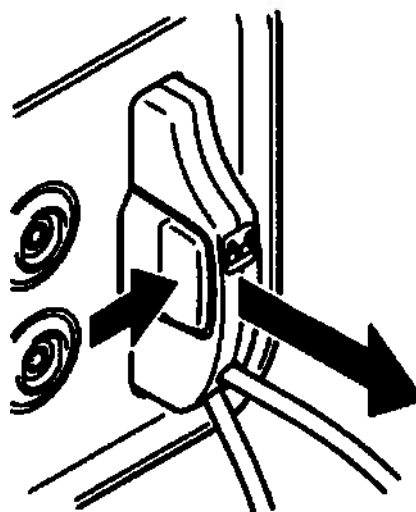

Рисунок 9 – Снятие кассеты для ирригации
2. 2. Снимите кассету для ирригации (*Рисунок 9*).